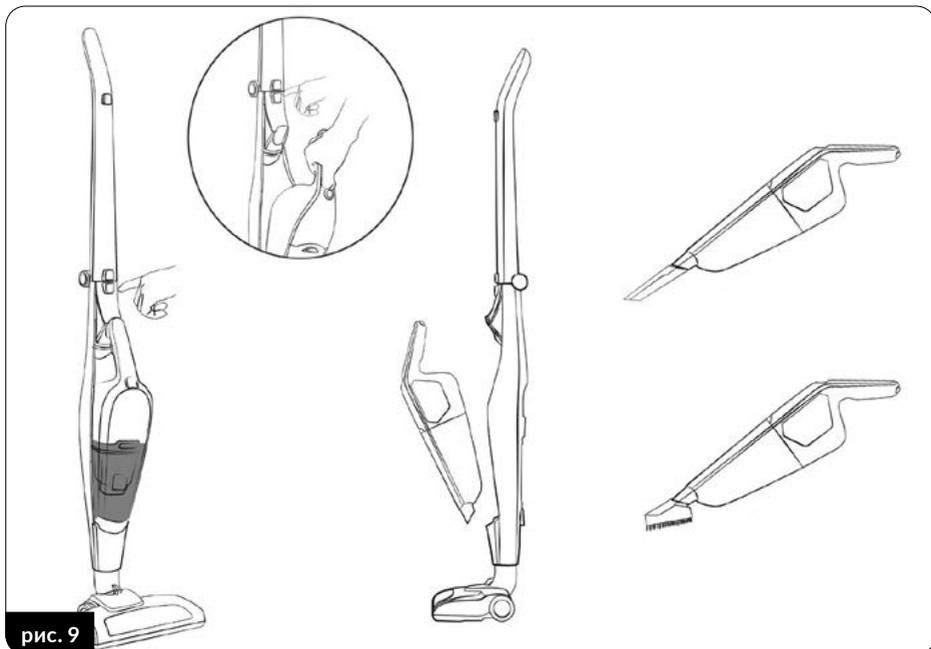

рис. 9
5. Использование дополнительных принадлежностей пылесоса (маленькая щелевая щетка) возможно после демонтажа пылесоса с главного держателя. Нажмите кнопку (4) и снимите пылесос с главного держателя (2), а затем подсоедините к концу пылесоса соответствующие дополнительные принадлежности (рис. 9).